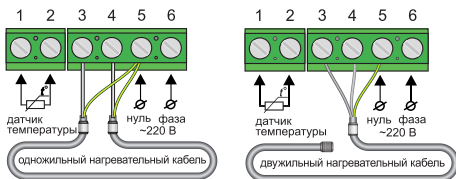

Рис. 5. Схема подключения к 2-х проводной сети питания нагревательных секций и матов
Если у Вас 2-х проводная электрическая сеть (без проводника заземления), схема подключения представлена на рис. 5. Экран нагревательной секции подключается к нейтральному проводнику (N) сети питания, на клемму 5.